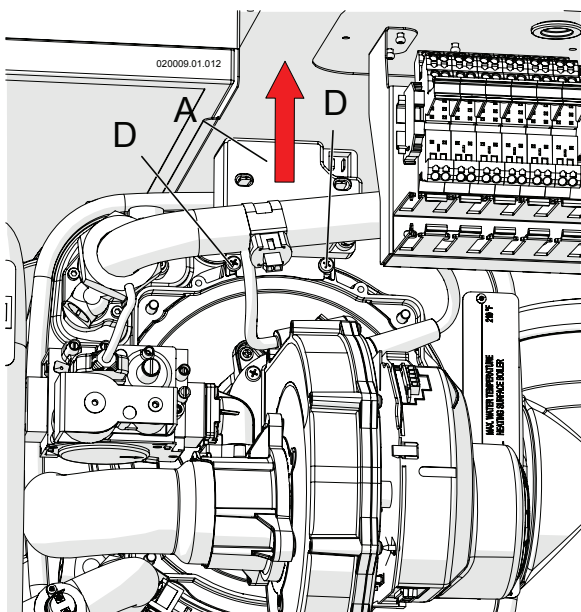

Figure 16-2 - Démontage du générateur d'étincelles
- 3.- démonter le générateur d'étincelles « A » de la Figure 16-2 en dévissant les vis « D » de la Figure 16-2 et en le déconnectant des bougies d'allumage.